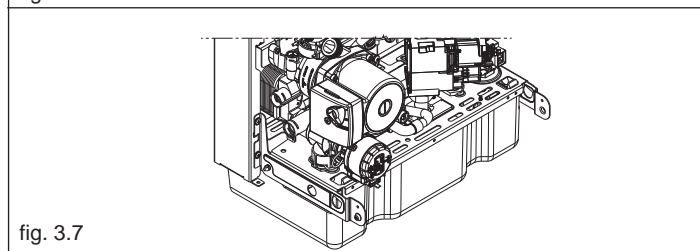

fig. 3.7
- agganciare la copertura stessa come indicato in fig. 3.7
- premere sulla copertura liberando i ganci che la tengono in posizione (fig. 3.7)